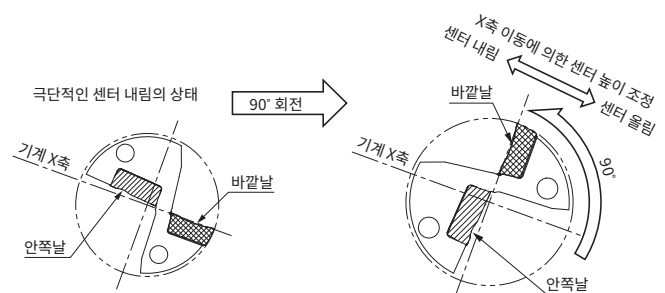

Fig. 10
- Fig. 10의 오른쪽 그림처럼 드릴 본체를 90° 회전시켜 바깥날을 상측에 장착하고 기계 X축의 이동으로 센터 높이의 조정을 해주십시오. (단, 가공경 조정 (옵셋)은 할 수 없게 됩니다.) 또한, 그림과 역방향 (바깥날을 하측)으로 장착하면 가공경이 작게되어 홀더 본체가 홀과 간섭되는 경우가 있으므로 주의하십시오. 근본적으로는 터렛 본체의 센터 어긋남을 조정하는 것이 필요합니다.